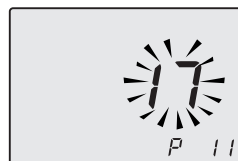

Figura 5.44
- En el display se alternan los mensajes **P11** - **SEt** (Figura 5.44).